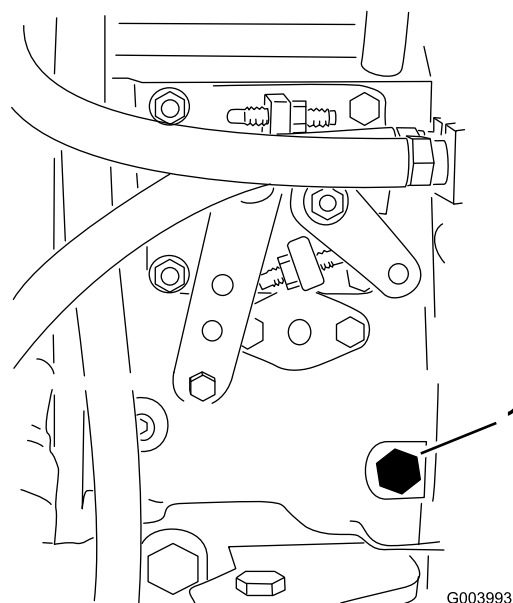

Figura 20
3. Abra el tornillo de purga de aire de la bomba de inyección de combustible (Figura 20) con una llave de 12 mm.